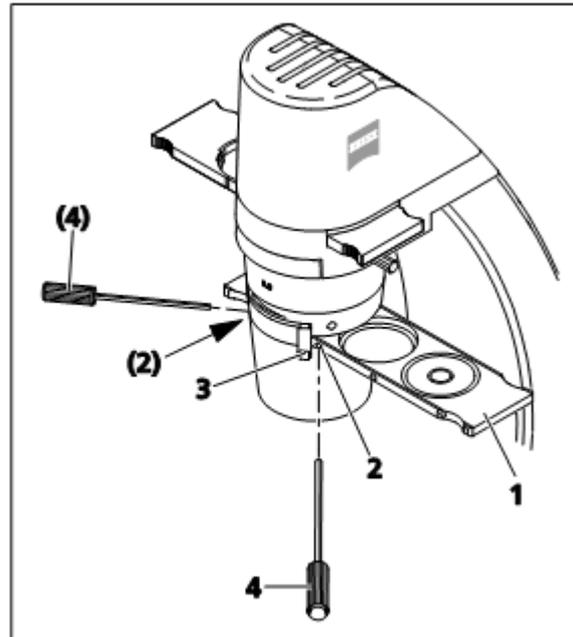

图 15 插入插板
- 通过聚光镜上的拨杆（图 15/3）完全打开孔径光栏。
- 将限位相差环插板（图 15/1）送入聚光镜，使其与所对应使用的物镜（Ph0, Ph1 或 Ph2）均处于光路中，并注意插入到正确定位。